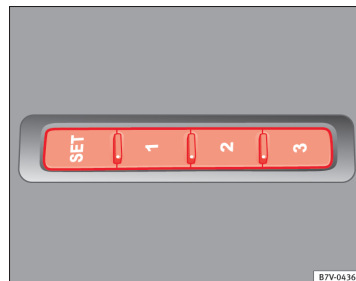

Fig. 80 Memoryknapper yderst på førersædet
- Tryk på knappen i mere end 1 sek. ⇒ Fig. 80.